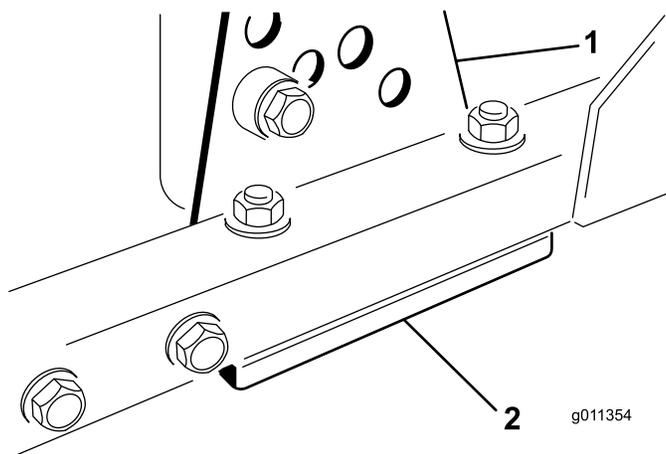

Bild 87
1. Entfernen Sie die Schnitthöhen-Einstellhalterung (vorne, links oder rechts) vom Mähwerkrahmen (Bild 87).
2. Führen Sie 1,5-mm- und/oder 0,7-mm-Beilagscheiben zwischen dem Mähwerkrahmen und der Halterung ein, um die gewünschte Schnitthöhe zu erhalten (Bild 87).